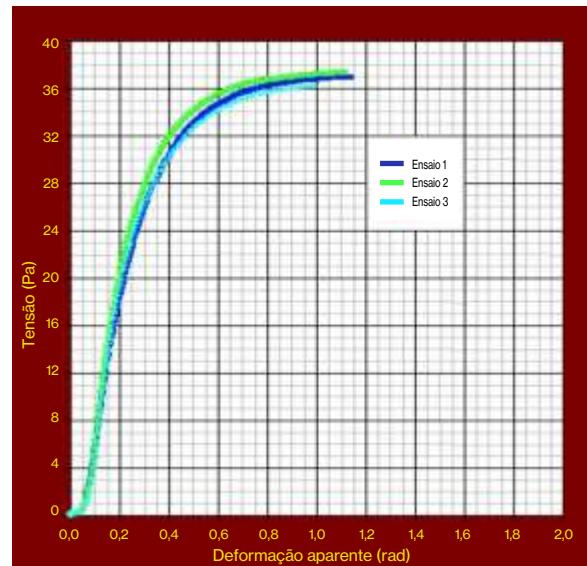

Figura 3: Detergente para máquina de lavar louças a 21–22 °C
- Figura 3: Exibe tensão (Pa) vs. deformação aparente (rad). A tensão máxima de escoamento ficou em torno de 37 Pa.
- Figura 3: Tensão vs. deformação aparente a 21–22 °C, ilustrando a tensão de escoamento e a rigidez.